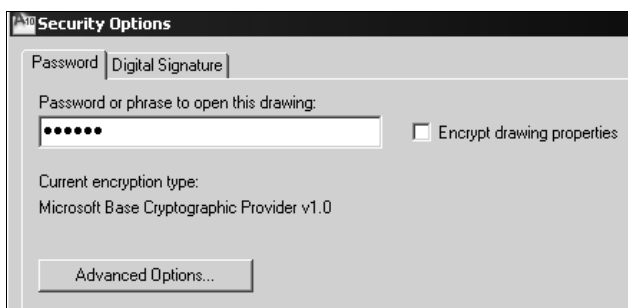
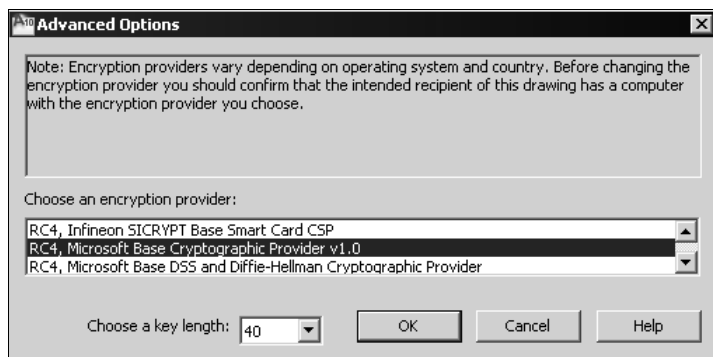

Рис. 2.10. Диалоговое окно для присвоения рисунку пароля
Рис. 2.12. Диалоговое окно **Advanced Options** для проверки системы шифрования
3. В появившемся диалоговом окне **Security Options** (Параметры безопасности) (рис. 2.10) откройте вкладку **Password** (Пароль) и введите пароль в поле **Password or phrase to open this drawing** (Для открытия этого рисунка необходимо ввести пароль (слово или фразу)).
Если рисунок открывается на другом компьютере, то на нем должна быть установлена такая же система шифрования, что и на компьютере, на котором ему присваивался пароль. Проверить систему шифрования можно в диалоговом окне **Advanced Options** (Дополнительные параметры)) (рис. 2.12), которое вызывает-ся щелчком по кнопке **Advanced Options** (Дополнительные параметры) в диалоговом окне **Security Options** (Параметры безопасности) (см. рис. 2.10).